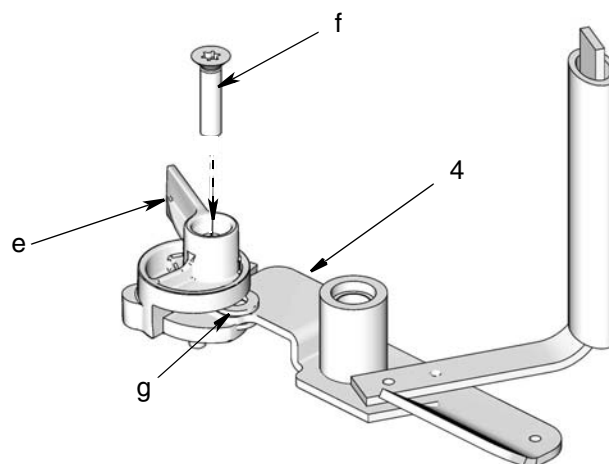

FIG. 11
- d. Aligner le trou (m) sur le côté supérieur du levier de bas niveau (e) avec le trou au centre des rondelles (g) et du levier de commande (4) (FIG. 11).
- e. Insérer le boulon (f), en s'assurant qu'il passe à travers le levier de bas niveau (e), les trous des rondelles (g) et la base du levier de commande (4) (FIG. 11).